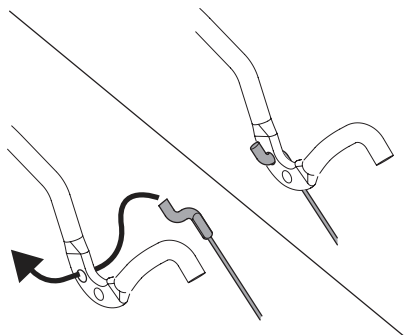

Figura 20
- Ahora hay suficiente holgura en el cable de control de transmisión para tomar el accesorio "Z" con su mano y moverlo del orificio frontal al posterior del control de transmisión. Vea la Figura 20.